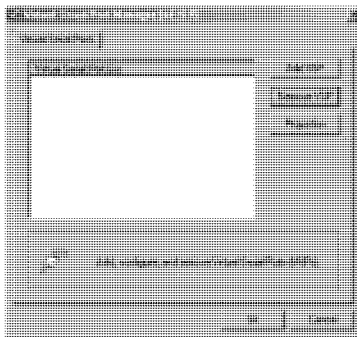

Рис. 8. Окно программы *Virtual Serial Port Manager*
2. Запустите программу «Virtual Serial Port Manager» (менеджер виртуального последовательного порта). Откроется окно настройки программы (рис. 8).